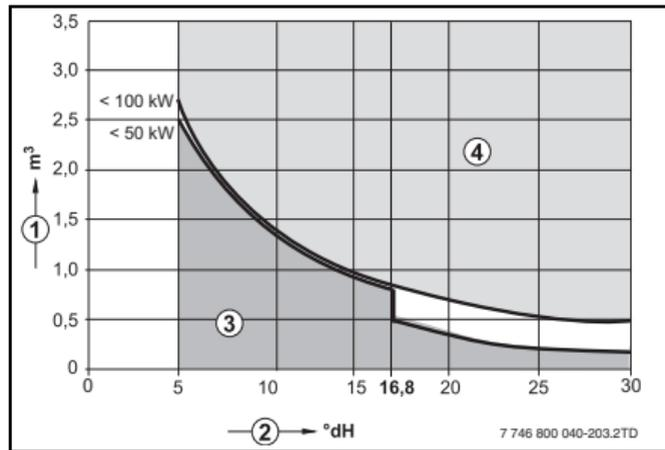

Fig. 1 Requisitos para a água de enchimento da caldeira de caldeiras individuais Logamax até 100 kW
- ▶ Utilizar exclusivamente água canalizada não tratada (ter em consideração o diagrama na fig. 1). Não é permitida a utilização de água subterrânea.